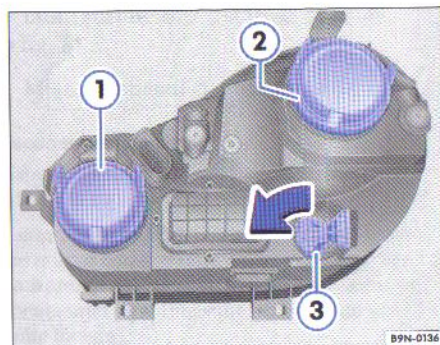

Fig. 30 Prezentarea becurilor
În compartimentul motorului, farul este acoperit parțial de alte piese. În cazul în care nu vă descurcați, apelați la ajutorul specializat al unei unități service. În spatele unui capac de cauciuc ⇒ fig. 30 se găsesc următoarele becuri cu incandescență:
- Trageți capacul de cauciuc ⇒ pagina 66, fig. 30" ①.
- Rotiți suportul becului ⇒ pagina 66, fig. 30" ③ în sensul săgeții.